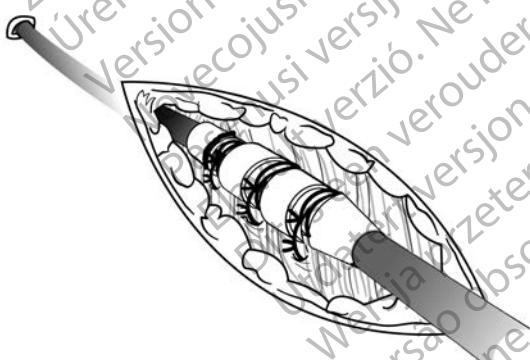

Figura 13. Esempio del manicotto di sutura, tecnica di impianto percutaneo
1. Rimuovere la guaina dell'introduttore e far scorrere il manicotto di sutura in profondità nel tessuto (Figura 13 Esempio del manicotto di sutura, tecnica di impianto percutaneo a pagina 34).